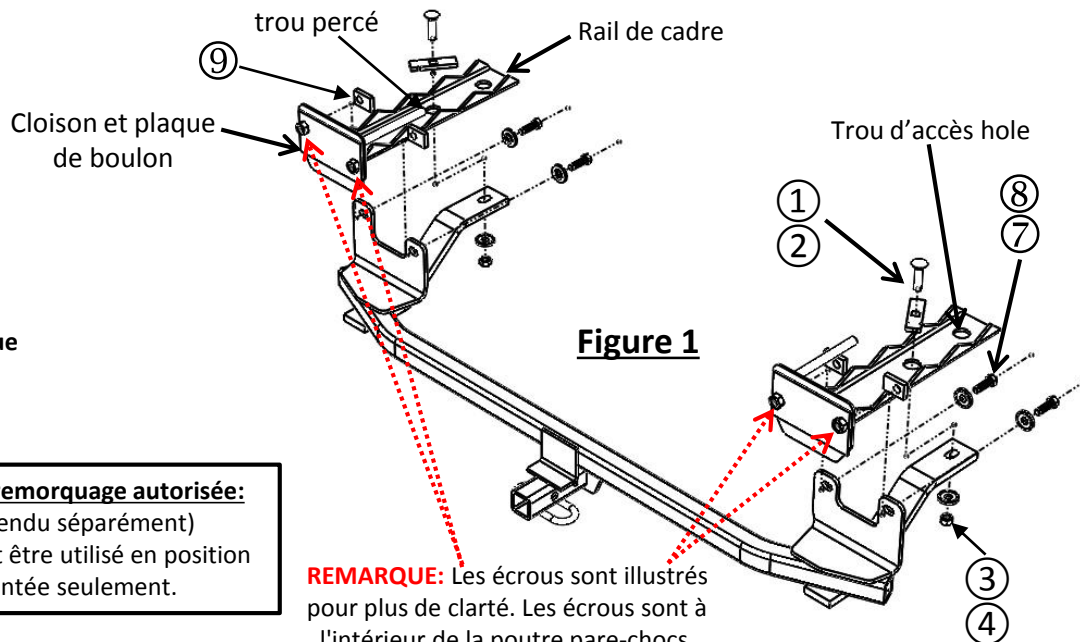
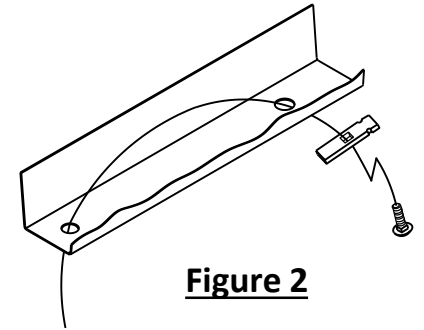

Figure 1
Figure 2
8. **Installer l'attelage** – À l'aide de ruban adhésif, apposer les blocs espaceurs (article 9) sur le panneau d'extrémité en alignant les trous des blocs sur les écrous soudés de la poutre de pare-chocs. Soulever l'attelage en position et poser lâchement quatre (4) boulons M8 et rondelles coniques 3/8 po fournis, deux (2) par côté. **Voir la Figure 1.** À l'aide d'un foret 1/2 po et de l'attelage comme gabarit, percer un trou de 1/2 po dans le bas du cadre au centre de la fente dans l'attelage, des deux côtés. Retirer le bouchon en caoutchouc du trou d'accès avant dans le bas du cadre, un (1) par côté. Acheminer l'extrémité spiralée du fil de tirage à travers le trou percé pour la faire sortir par le trou d'accès avant. Attacher le boulon de carrosserie 7/16 po et le bloc espaceur de 3/4 po d'épaisseur (art. 2) avec le fil de tirage et tirer cette visserie en position, des deux côtés. **Voir la Figure 2.** À l'aide d'une douille 7/16 po, poser des rondelles coniques et des écrous hexagonaux 7/16 po sur les boulons de carrosserie, deux (2) endroits. Serrer toute la visserie aux couples spécifiés ci-dessous.
8. (A). Installer l'attelage – À l'aide de ruban adhésif, apposer les blocs espaceurs (article 9) sur le panneau d'extrémité en alignant les trous des blocs sur les écrous soudés de la poutre de pare-chocs. Soulever l'attelage en position et poser lâchement quatre (4) boulons M8 et rondelles coniques 3/8 po fournis, deux (2) par côté. **Voir la Figure 1.**
8. (B). Installer l'attelage – À l'aide d'un foret ½ po et de l'attelage comme gabarit, percer un trou de ½ po dans le bas du cadre au centre de la fente dans l'attelage, des deux côtés. Retirer le bouchon en caoutchouc du trou d'accès avant dans le bas du cadre, un (1) par côté. Acheminer l'extrémité spiralée du fil de tirage à travers le trou percé pour la faire sortir par le trou d'accès avant. Attacher le boulon de carrosserie 7/16 po et le bloc espaceur de ¼ po d'épaisseur (art. 2) avec le fil de tirage et tirer cette visserie en position, des deux côtés. **Voir la Figure 2.** À l'aide d'une douille 7/16 po, poser des rondelles coniques et des écrous hexagonaux 7/16 po sur les boulons de carrosserie, deux (2) endroits. Serrer toute la visserie aux couples spécifiés ci-dessous.